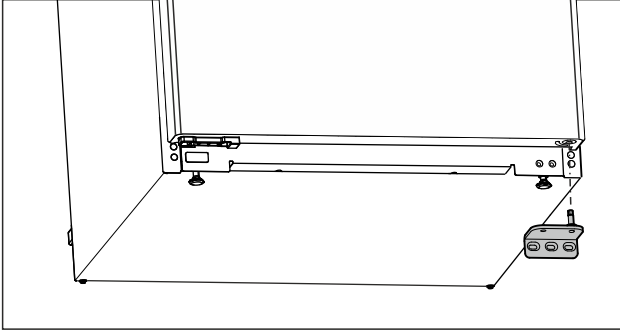

Fig. 16
- ▶ Yatak mesnedini aşağı doğru çekerek çıkarın. (bkz. Fig. 16)